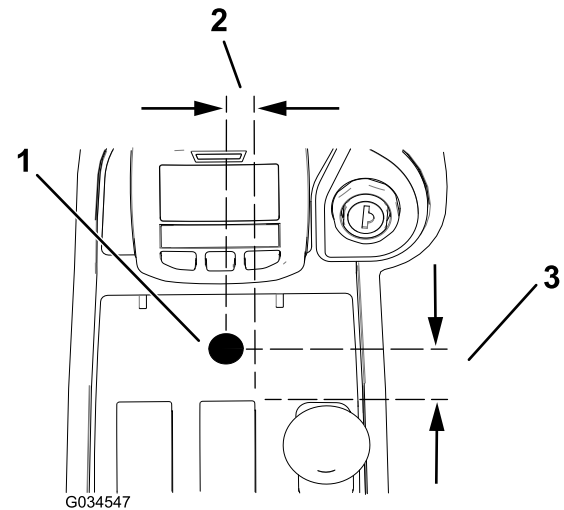

Figura 16
1. Perfore un taladro de 13 mm en la consola central; consulte la posición correcta en Figura 16.